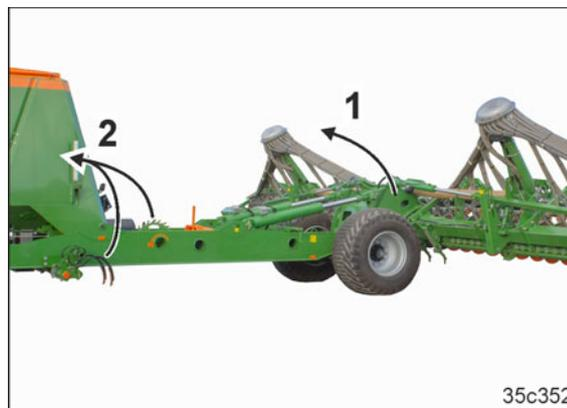

Рис. 263
- o задней рамы (Рис. 263/1);
- o тракторного следорыхлителя (опция, Рис. 263/2)